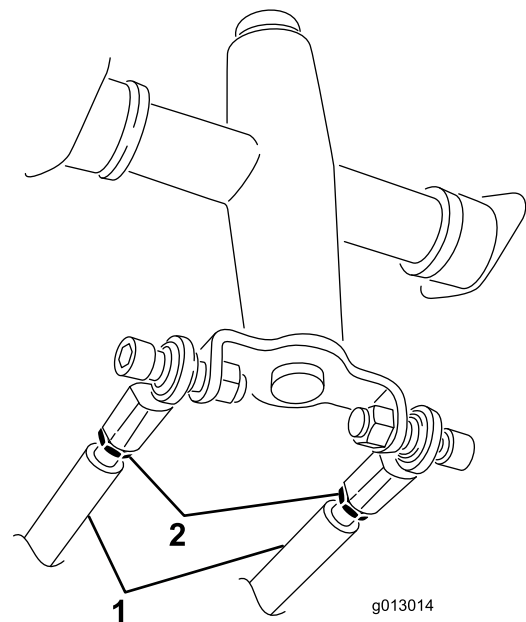

Bild 56
3. Lösen Sie die Klemmmuttern an den Zugstangen unter dem Armaturenbrett (Bild 56).